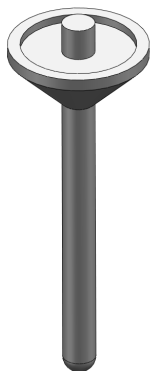

图 12-16 阀杆
本例绘制的阀杆如图 12-16 所示。
**05** 旋转切除实体。单击“特征”控制面板中的“旋转切除”按钮，此时系统弹出图 12-22 所示的“切除-旋转”属性管理器。选择上步绘制的竖直中心线为旋转轴，设置终止条件为“给定深度”，输入旋转角度为 360.00 度，然后单击属性管理器中的“确定”按钮，结果如图 12-16 所示。